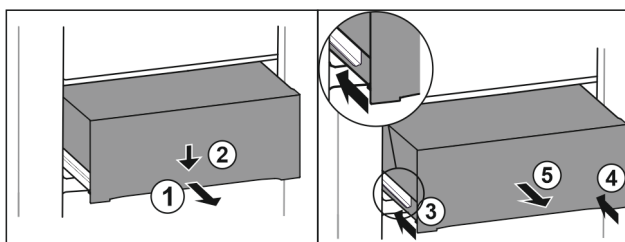

Fig. 165
- Tirer le tiroir jusqu'à mi-chemin. *Fig. 165 (1)*
- Appuyer sur l'avant du tiroir vers le bas. *Fig. 165 (2)*
- Insérer le rail gauche d'env. 2 cm. *Fig. 165 (3)*
- Insérer le rail droit d'env. 2 cm. *Fig. 165 (4)*
- Retirer le tiroir par l'avant. *Fig. 165 (5)*